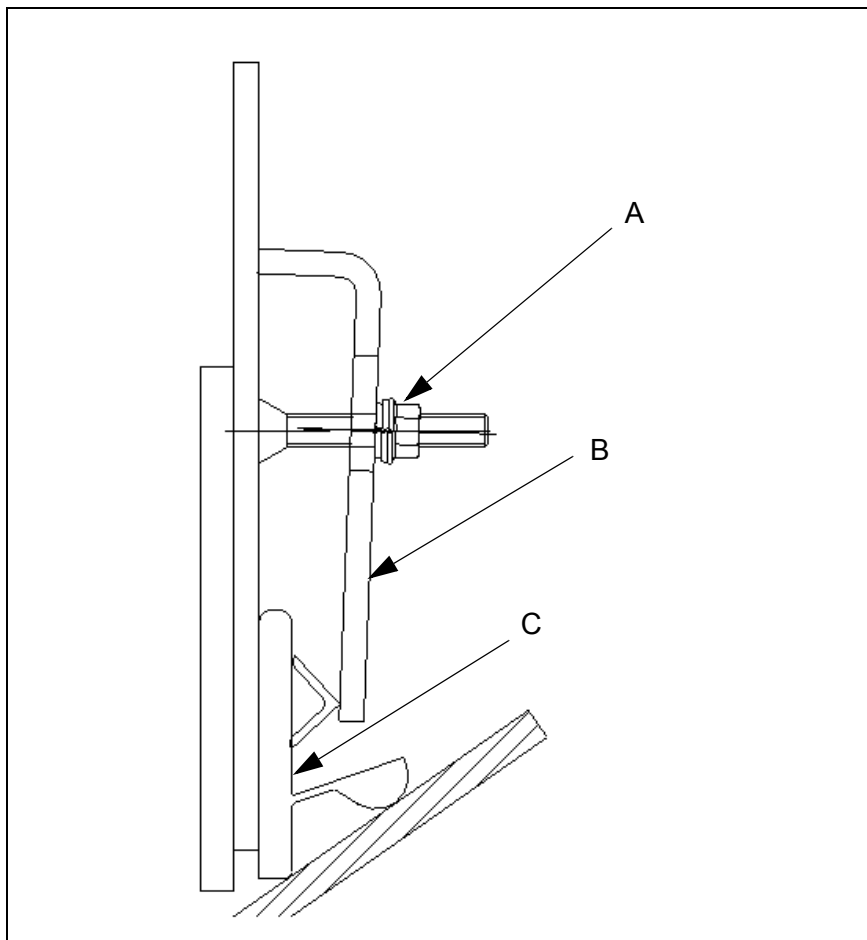

Abb. 6: Système d'étanchéité latéral MARTIN® APRON SEAL™
1. Desserrer les écrous de toutes les embases d'angle (A, fig. 6).
2. Retirer les embases d'angle (B, fig. 6).
3. Retirer le système d'étanchéité latéral MARTIN® APRON SEAL™ (C, fig. 6).